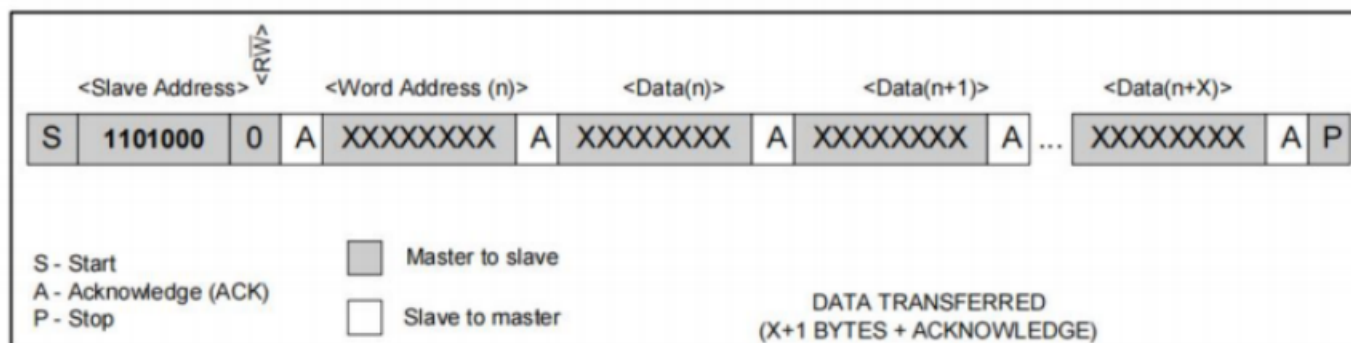

图 6 数据写入——从接收器模式
- 1、从接收器模式(写入模式): 器件通过SDA 和SCL接收串行数据和时钟信号。每接收一个字节就发送一个应答位。START 和STOP 位于串行传递的始末端。硬件在接收到从地址和方向位(见图6)后, 自动执行地址识别。主器件发起START条件后, 接收到的第一个字节是从地址。此地址字节包含有7 位的1307地址: 1101000, 接着是指示位(R/ $\overline{W}$) (此时该位为0)。在接收到并解码出地址信息后, 1307在 SDA 线上输出一个应答位。在1307应答从地址+写入位之后, 主器件将发送一个寄存器地址到1307, 当1307应答此次传递后, 将在1307上设置寄存器指针。之后, 主器件能够发送数据 字节, 且1307每接收一个字节后都将返回一个应答位。寄存器指针在每个字节被写入后自动递增。在所有数据传递完成后, 主器件将产生一个 STOP(终止)条件, 以此中断数据写入。